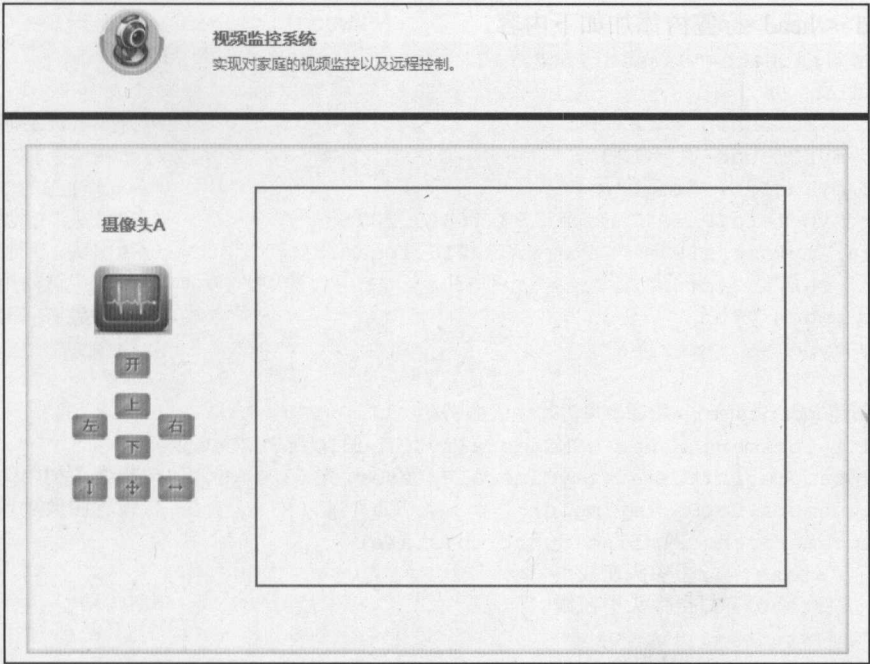

图 2.49 视频监控 Web 页面显示
⑥ 上述步骤完成后，便实现了视频监控的 Web 页面编写，显示效果如图 2.49 所示。